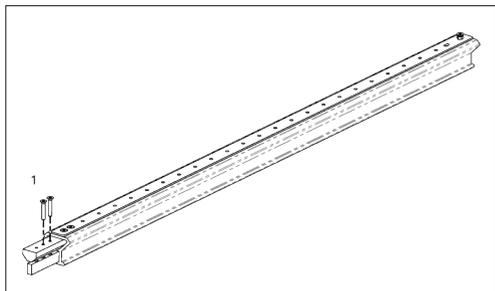

Fig. 9.
- Svitare le viti presenti sulla giunzione (1) [Fig. 9];